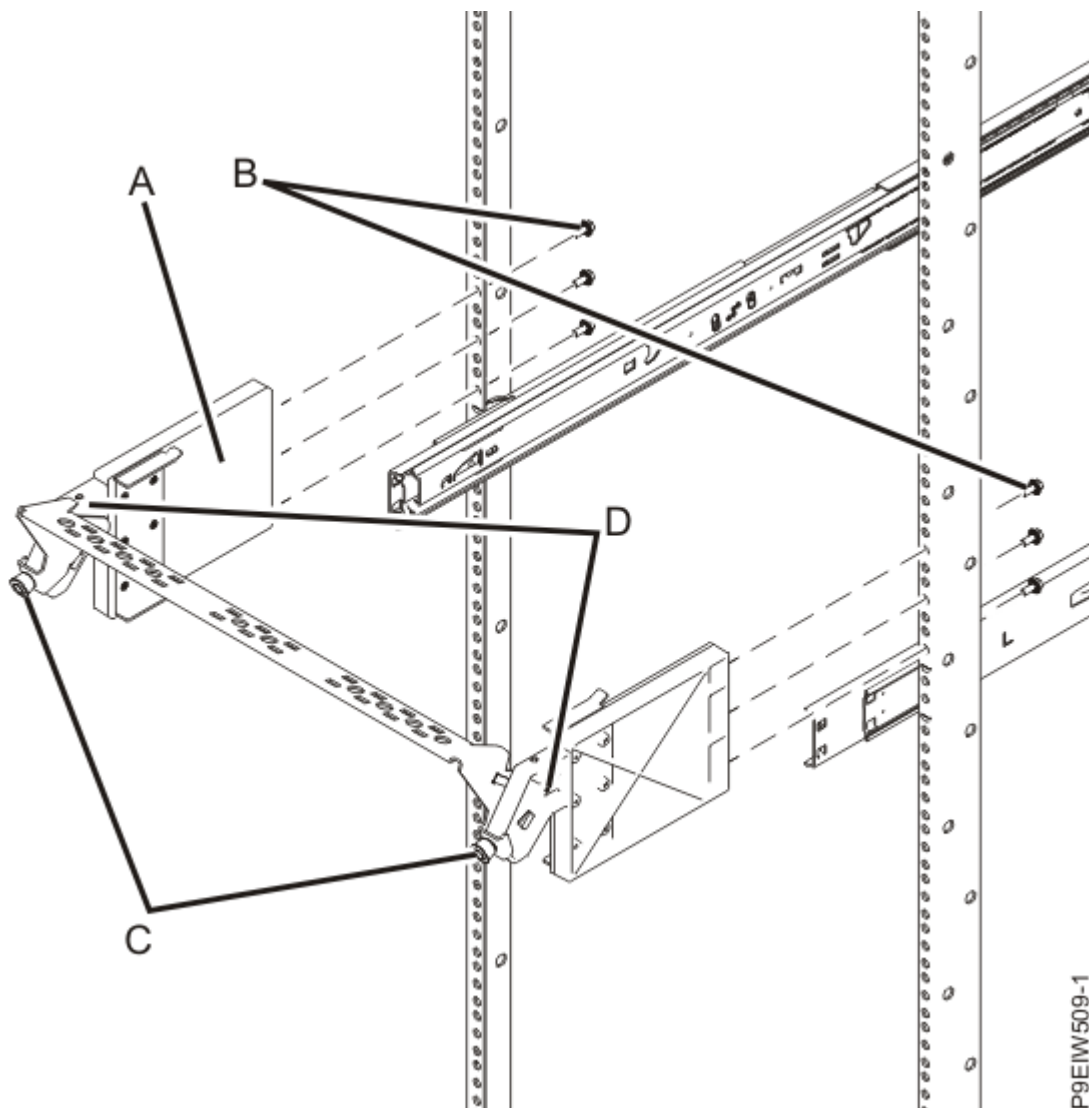

Figure 1. Raccordement du crochet de routage des câbles à l'armoire
3. Assemblez le crochet de routage des câbles en fixant la barre de routage des câbles aux crochets de routage des câbles à l'aide de deux vis M3 (**D**), comme illustré à la Figure 1, à la page 7.
- b. Depuis l'intérieur de l'armoire, installez trois vis (**B**) en les faisant passer par les cornières de montage de l'armoire et le crochet de routage des câbles (**A**), comme illustré à la Figure 1, à la page 7.
5. Ajustez le crochet de routage des câbles en fonction de vos besoins en retirant les vis moletées (**C**) et en inclinant le crochet de routage des câbles, comme illustré à la Figure 1, à la page 7.